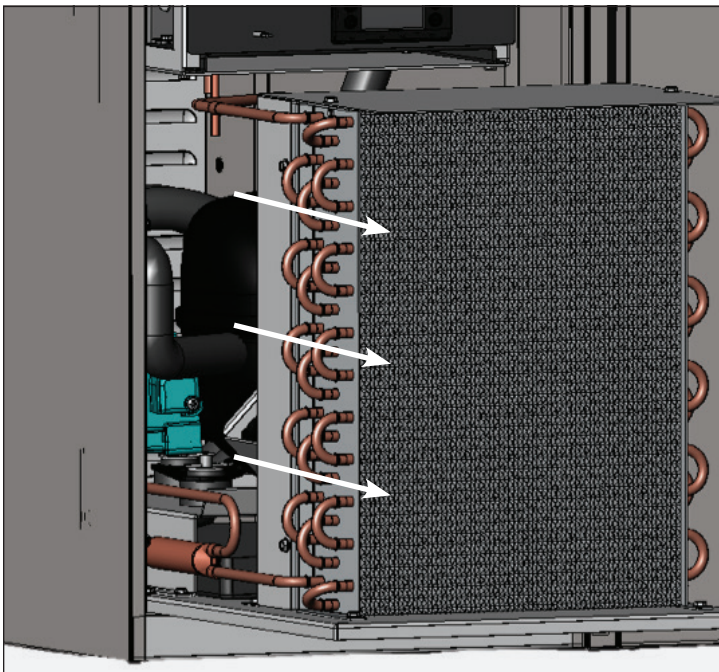

Abb. 7 Die Verflüssigereinheit vorsichtig herausziehen.
8. Die Verflüssigereinheit vorsichtig herauschieben (Schlauchanschlüsse sind flexibel). Siehe Abb. 7. Die Verflüssigerröhren vorsichtig mit Druckluft oder CO₂ durchspülen, bis sie sauber sind.